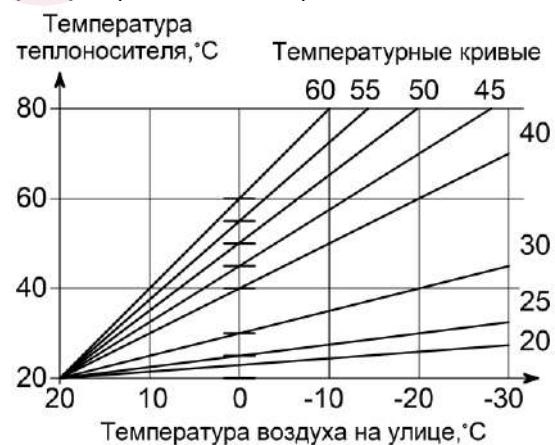
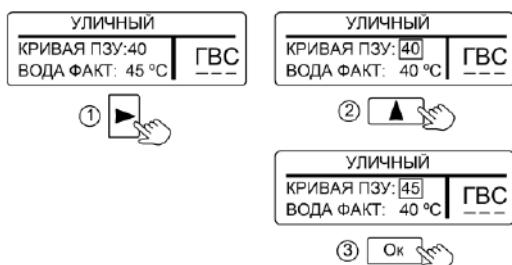

Рисунок 9. Зависимость температуры теплоносителя от температуры воздуха на улице
Рисунок 10. Настройка кривой ПЗУ
10.4 «УЛИЧНЫЙ» – режим поддержания температуры теплоносителя в зависимости от температуры воздуха на улице по одной из погодозависимых кривых (см. рис. 9). Датчик температуры воздуха (проводной или радиодатчик) устанавливается на улице. При отсутствии датчика температуры, возможно работа от данных получаемых с метеосервера (см. п. 11.1.8).
Для изменения заводской настройки нужно в соответствии с рис. 9 выбрать ту кривую, при которой в помещении станет комфортно. Если в помещении холодно - следует выбрать кривую с большим номиналом, если жарко - с меньшим. Чем больше величина теплопотерь здания, тем выше номер кривой. Изменение значения кривой ПЗУ показано на рис. 10.